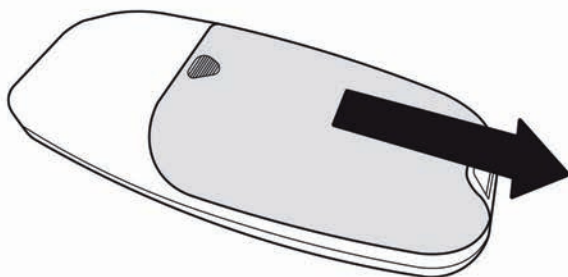

Fig. 15
For at afslutte den elektriske opsætning fastgøres datakablet (4) mellem de relevante porte (Fig. 15.DAT) i de elektroniske kontrolenheder (2). Sørg for, at det sidder fast på plads.